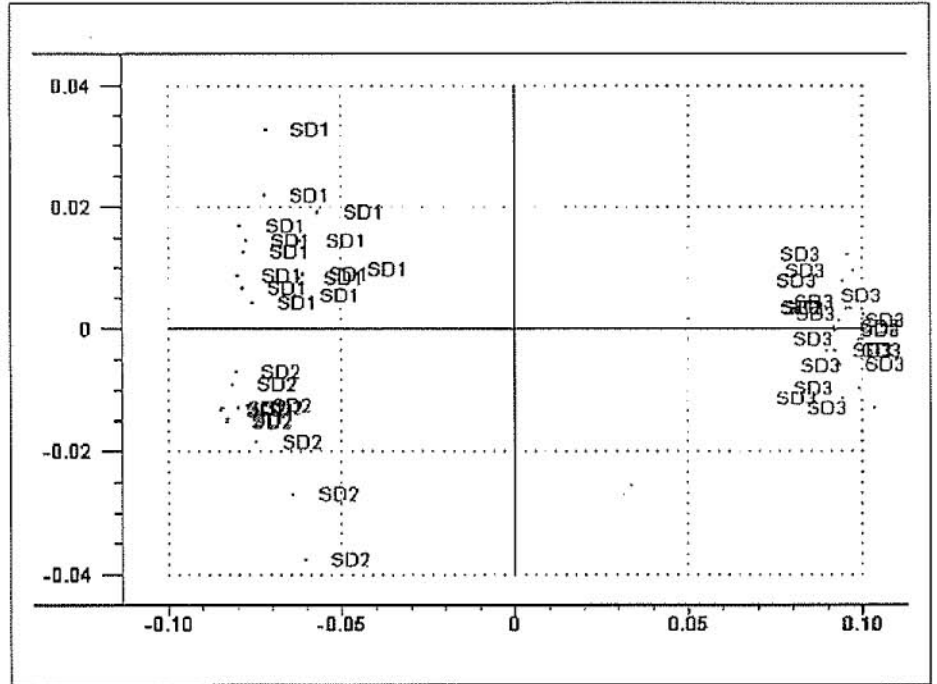

Abb. 6: Messparameter Rezeptüberprüfung (Produktwolken)
- Rezeptüberprüfung (siehe Abb. 6),